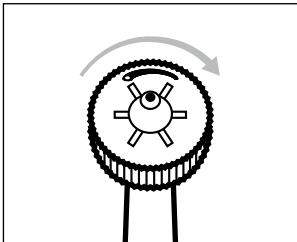

Fig. 6
- ◆ Drej børsteregulatoren **1** med fingrene mod uret, så der dannes en multistråle, hvorefter du kan få tandkødsmassage (se fig. 6 og 7).